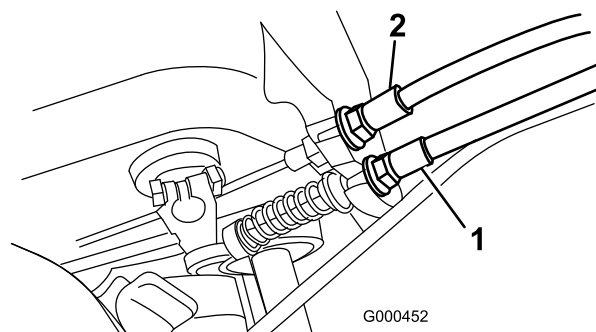

Figura 29
2. Per aumentare la tensione del cavo allentate il controdado del cavo anteriore e serrate il controdado del cavo posteriore (Figura 29) finché non occorre una forza di 5–6,3 kg. per inserire il freno. La forza viene misurata al pomello della leva. Non regolate eccessivamente, perché la cinghia del freno potrebbe opporre resistenza.